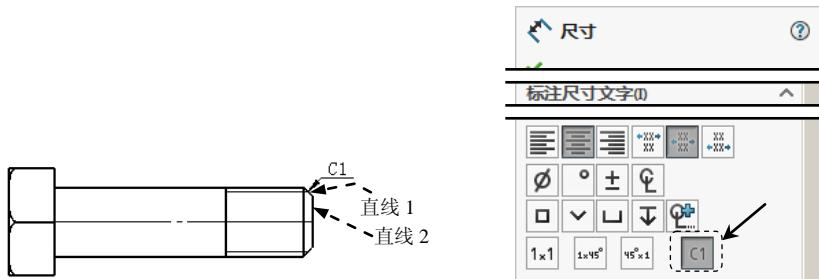

图 9.5.12 标注倒角尺寸
下面以图 9.5.12 为例，说明标注倒角尺寸的一般操作步骤。
Step3. 在系统 **选择倒角的边线、参考边线，然后选择文字位置** 的提示下，依次选取图 9.5.12 所示的直线 1 和直线 2。
- C1: C 距离，如图 9.5.12 所示。